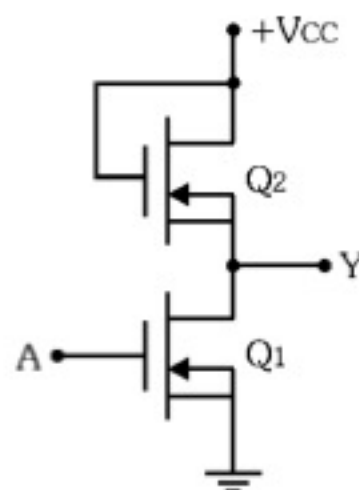

Figura 6.28 - Circuito de aplicação.
- 6.3) Analise o circuito da Figura 6.28 e complete as lacunas com uma das opções que estão entre parênteses.